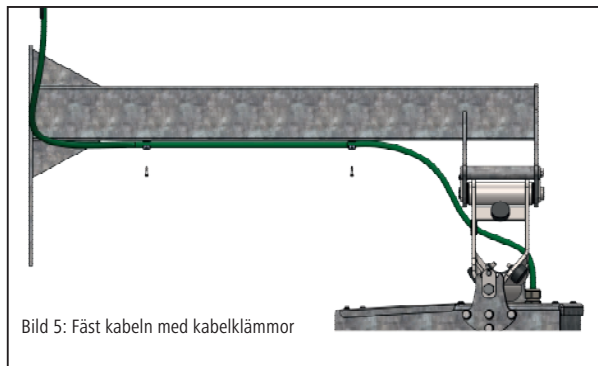

Bild 5: Fäst kabeln med kabelklämmor
8. Säkra fästskraven M14 med säkringsplåt (bild 4 – nr 11), skruv (bild 4 – nr 11), bricka (bild 4 – nr 12) och självslåsande mutter (bild 4 – nr 13) mot att lossa. Fäst motorkabeln på upphängningsarmen med klämmor och självslåsande skruvar (bild 5).